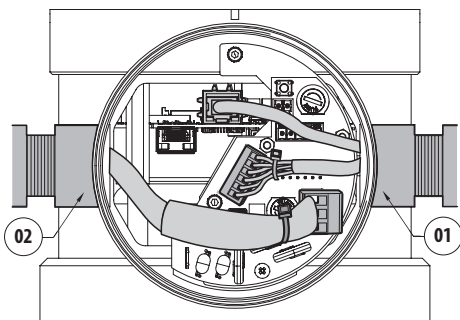

Fig. 17
При установке в соответствии со стандартами UL/CSA кабели для Ethernet, аварийных, сигналов сброса, реле, а также оптоволоконные кабели должны быть подсоединены к правому кабельному вводу (01), как показано на следующем рисунке (Fig. 17, страница 32).
Для установки в соответствии со стандартами UL/CSA вставьте кабель питания в кабельный ввод слева (02), как показано на рисунке. (Fig. 17, страница 32).